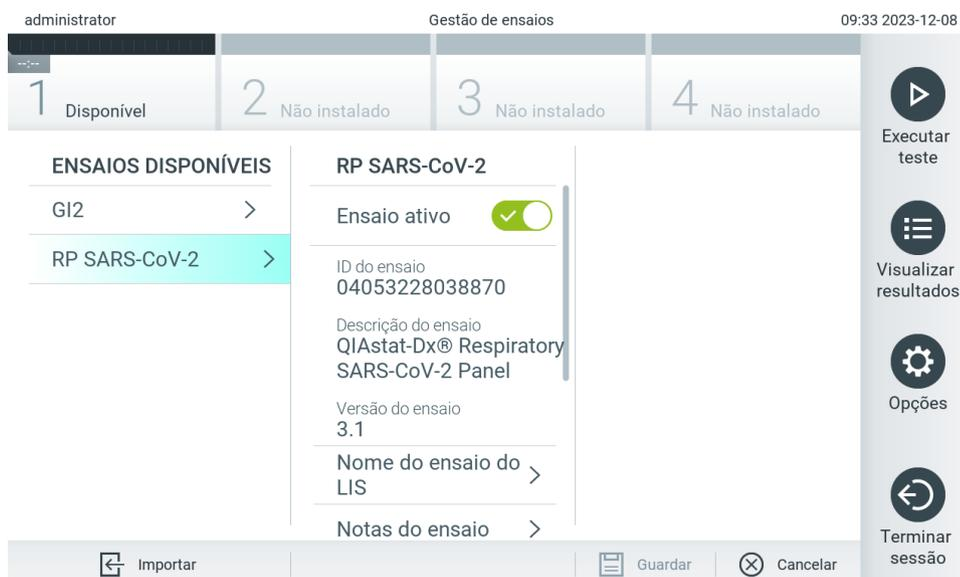

Figura 59. Ativação do ensaio.
7. O ensaio torna-se ativo selecionando Assay Active (Ensaio ativo) (Figura 59).